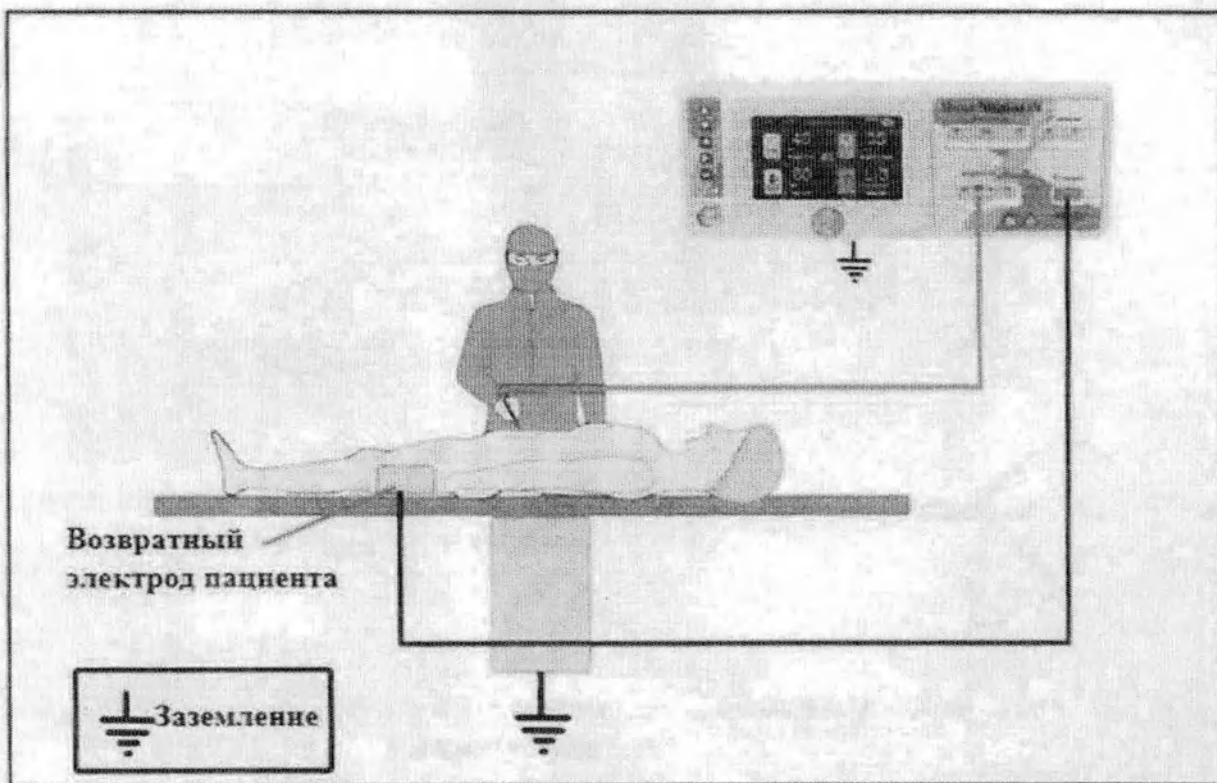

Рисунок 38 – Подключение заземления и возвратного электрода пациента к SHALYA SIGMA+V
1) Для монополярного хирургического вмешательства вставьте комплектующую от ножного или ручного переключателя в разъем на передней панели и подсоедините ножной переключатель к разъему для ножного переключателя на задней панели. Также подключите возвратный электрод пациента к разъему на передней панели (Рисунок 38).